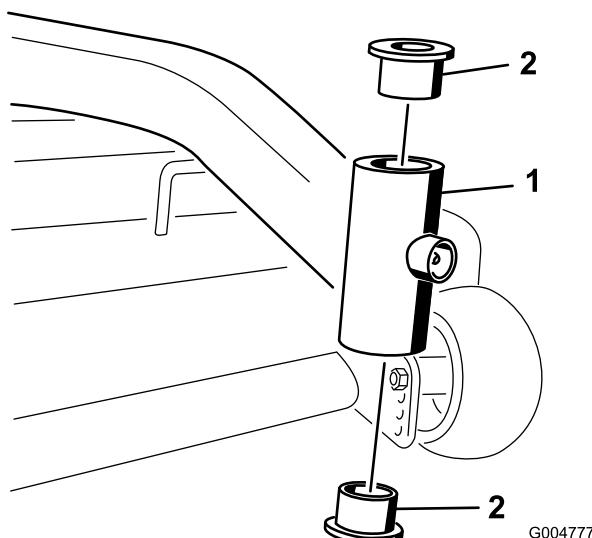

Figura 58
- Introduzca un punzón botador en el tubo de montaje y con sumo cuidado retire los casquillos (Figura 58). Limpie el interior del tubo de montaje.